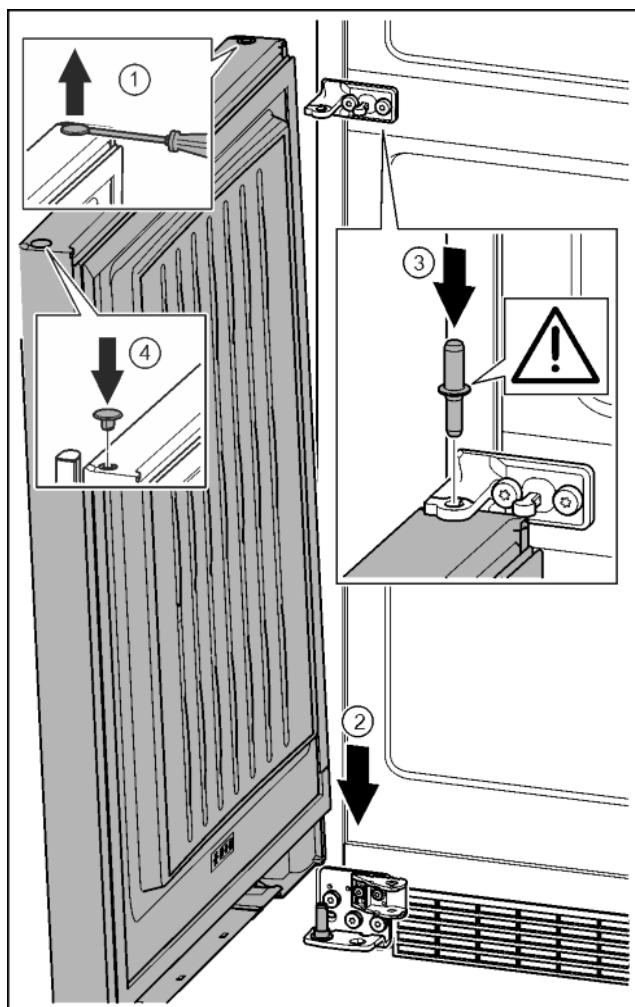

Fig. 33
- ▶ За допомогою шліцеvoї викрутки обережно підніміть пробку та витягніть її. Fig. 33 (1)
- ▶ Встановіть дверцята зверху на нижній опорний гвинт. Fig. 33 (2)
- ▶ Середній опорний гвинт встановіть в нижні дверцята через середній опорний кронштейн. При цьому виступ фіксатора повинен бути спрямований назад. Fig. 33 (3)
- ▶ Знову вставте пробку з іншого боку дверцят. Fig. 33 (4)